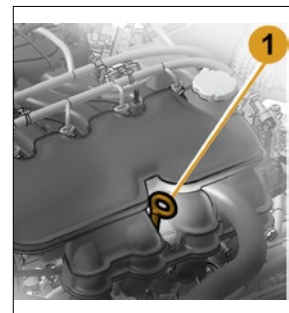

Рис. 4. Проверка уровня масла в картере двигателя
**В варианте исполнения** автомобиля LADA Vesta для зарядки аккумуляторов внешних периферийных устройств (ноутбук, планшетный компьютер, смартфон) предусмотрена розетка USB (рис. 4, поз. **2**) с номинальным напряжением 5 вольт (V) и номинальным током нагрузки не более 2 ампер (A). Для подключения заряжаемого устройства должен быть использован разъем USB, тип A.